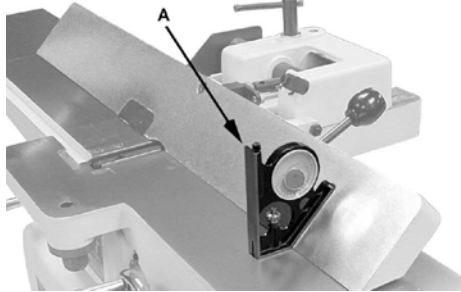

Рис. 27
1. Ослабьте фиксатор (А). Сдвиньте стопорную пластину (D) и расположите упор под углом  $135^\circ$ . Убедитесь, что упор находится напротив стопорного болта. (Е).
3. Поместите инструмент для измерения угла на стол и на упор, чтобы проверить правильность настройки угла  $135^\circ$  (А. рис. 27).
4. Чтобы отрегулировать положение, ослабьте стопорную гайку (F), поверните стопорный болт (Е) до тех пор, пока угол не составит  $135^\circ$ .
5. Затяните стопорную гайку (F).